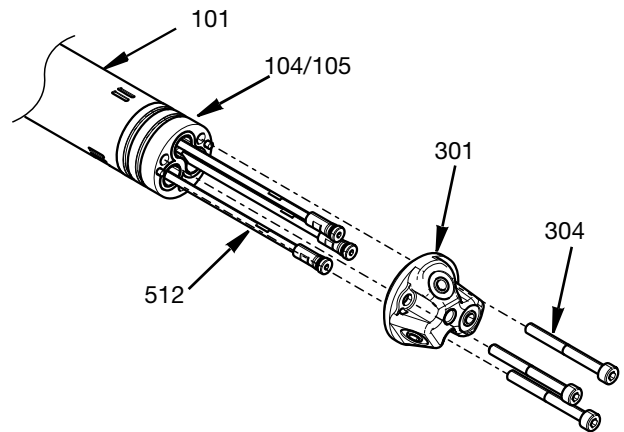

FIG. 12
4. Skruva loss de tre M4-skruvarna (304) som fäster munstyckshuvudet (301) och adaptern (104/105) till den främre änden av centralhuset (101). Avstängningsstängerna (512) kan sedan tas bort. Se FIG. 12.